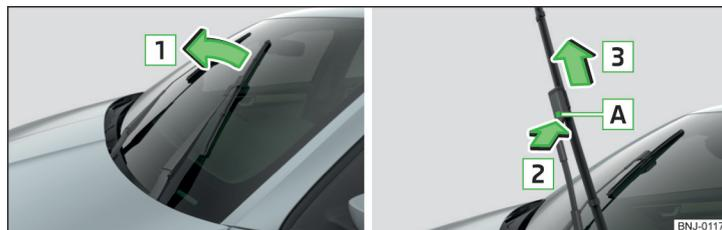

Fig. 197 Balai d'essuie-glace du pare-brise
- Relevez le bras d'essuie-glace du pare-brise dans le sens de la flèche **1** » fig. 197.